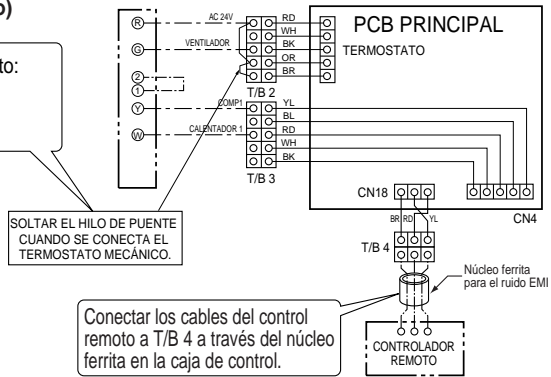

Figura 5A
■ Sólo en modelo con frío - 1 comp, 1 calentadore (Figura 5A)